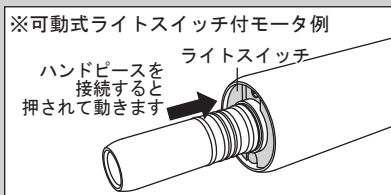
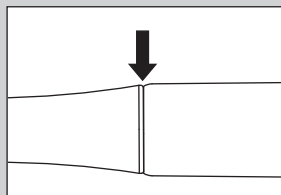

図 2
図 3
- ・本製品を可動式ライトスイッチ付モータ（図2参照）に接続すると、ごくまれに本製品がライトスイッチ部にかじり付き取り外せなくなることがあります。このようなモータに接続する際は、本製品の端面とモータの端面が合わさるところ（図3矢印）から必要以上に押し込まないでください。もし取り外せなくなった場合は販売店まで連絡してください。なお、このような症状は弊社の保証の対象外となりますので注意してください。